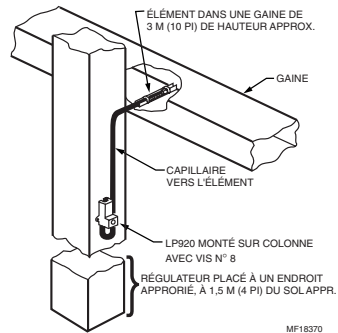

Fig. 5. LP920 - Modèle à bulbe à distance.
2. Insérer le bulbe dans l'ouverture de 25 mm (1 po) de la gaine, comme pour le montage du modèle à bulbe intégré. Voir la Fig. 5.